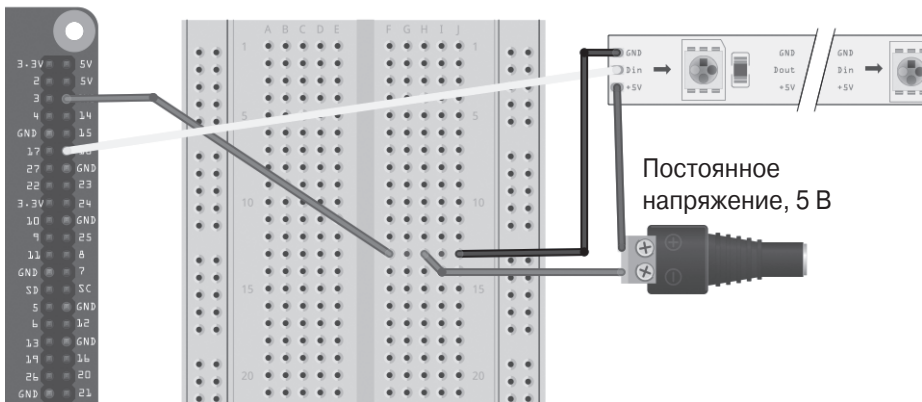

Рис. 14.10. Поддача питания на светодиодную ленту с внешнего источника
Как вы знаете, через светодиод может протекать максимальный ток, равный 60 мА. Он достигает такого уровня только в случае свечения всеми тремя каналами (красный, зеленый, синий) с максимальной яркостью (255). Если к Raspberry Pi планируется подключить ленту с большим количеством светодиодов, то ее нужно снабдить отдельным источником питания с выходным напряжением 5 В. Схема устройства, в котором реализован данный метод подключения светодиодной ленты, показана на рис. 14.10. Вам понадобится специальный переходник с винтовыми зажимами для разъема стандартного источника питания (см. приложение А). Без него подключить блок питания к плате безопасного монтажа весьма проблематично.